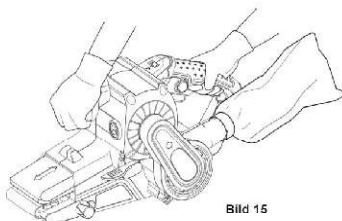

Bild 15
- Håll din ena hand på framhandtaget (1) och den andra på bakhandtaget (5) (bild 15).